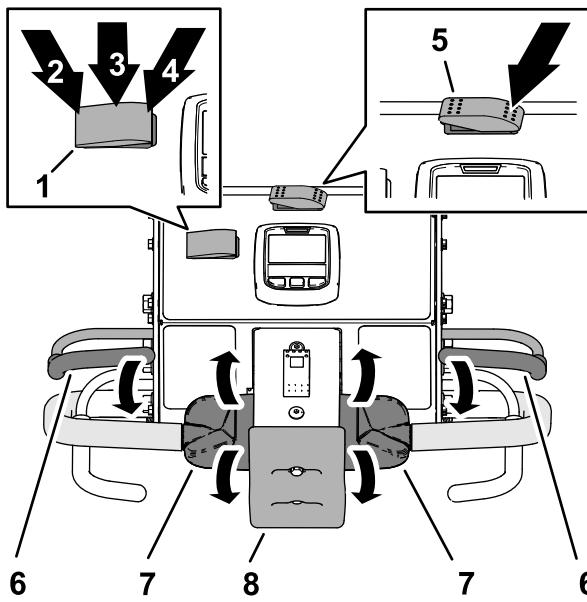

Рисунок 81
- Переведите переключатель транспортировки/аэрации в положение ТРАНСПОРТИРОВКА (Рисунок 81).